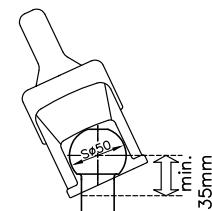
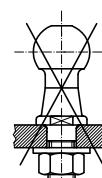
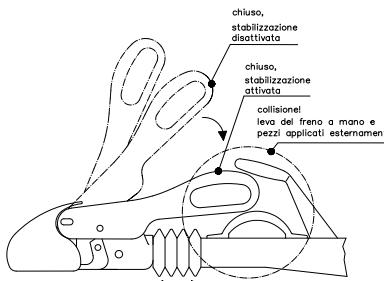

Figura 1: asta sferica del veicolo trainante
Figura 2: perno sferico, avvitato
Figura 5: attivazione della stabilizzazio
1.3 Il giunto sferico WS 3000/3500 può essere impiegato esclusivamente con ganci a sfera secondo la norma DIN 74058 / ISO 1103, quando il collo della sfera è libero da pezzi applicati esternamente in un settore di 35 mm. (figura 1) (anziché 32 mm ai sensi della norma DIN 74058 / ISO 1103). Un impiego dei giunti WS 3000/3500 in collegamento con perni sferici con fissaggio a vite senza ulteriore accoppiamento geometrico non è ammesso (figura 2). Quando il dispositivo di stabilizzazione è in funzione, durante la marcia, la leva di manovra deve essere libera da parti del veicolo o pezzi applicati esternamente. Questo significa che in occasione dell'inserimento dell'asta di manovra e del contemporaneo movimento rotatorio del WS 3000/3500, non può verificarsi alcuna collisione con la leva del freno a mano oppure con altri pezzi applicati esternamente (figura 5). Si devono anche osservare le istruzioni di esercizio e le corrispondenti indicazioni del produttore del freno ad inerzia.
A questo scopo la leva di manovra deve essere spostata verso il basso dalla posizione chiusa fino al punto di arresto (figura 5). In questo modo viene teso il pacchetto di molle che genera la forza di contatto sul gancio a sfera per mezzo degli elementi di frizione. In seguito la leva di manovra si trova in posizione parallela rispetto all'asse del timone.